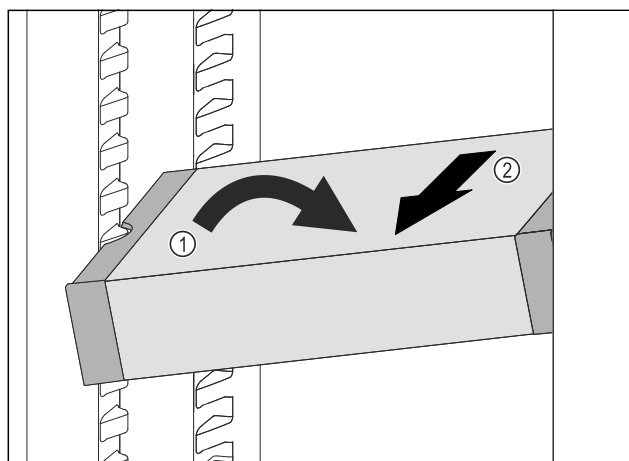

Fig. 120
- Impostare il vano frigorifero di VarioSafe ad angolo. Fig. 120 (1)
- Rimuovere VarioSafe tirando in avanti. Fig. 120 (2)